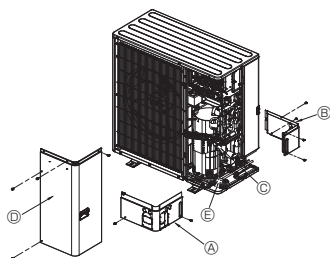

Fig. 4-3
4.3. Chladivové potrubie (Fig. 4-3)